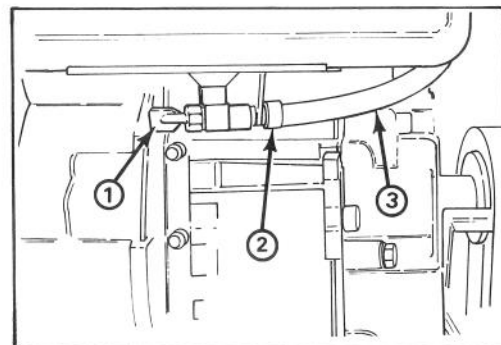

Figure 17
1. Fermez la valve d'arrêt de carburant située sous le moteur (fig. 17).
3. Desserrez les colliers de serrage fixant le tuyau de carburant à la valve et faites glisser ce tuyau pour le dégager de la valve (fig. 17).